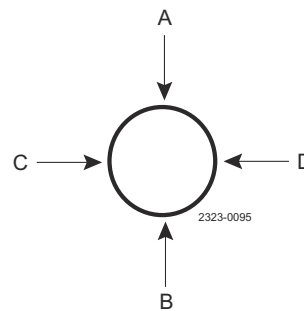
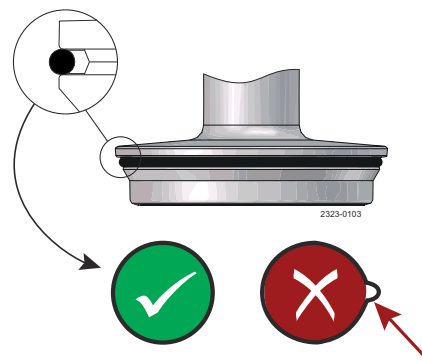

Abbildung 3:
Abbildung 4:
Für die richtige Montage den Dichtring ungefähr zehn (10) Mal mit dem Daumen drücken und zwar immer mit gegenüberliegenden Druckpunkten, von A bis B, von C bis D (siehe Abbildung 3). Der Rest des Dichtrings kann nun in die Nut gedrückt werden, sodass der gesamte Dichtring fest sitzt. Kontrollieren Sie, dass der Ring KEINE „Wulst“ bildet (siehe Abbildung 4).
Drücken Sie wieder mit dem Daumen auf den Dichtring und erhalten Sie den Druck aufrecht, während Sie den Ring um 360° drehen (siehe Abbildung 3).